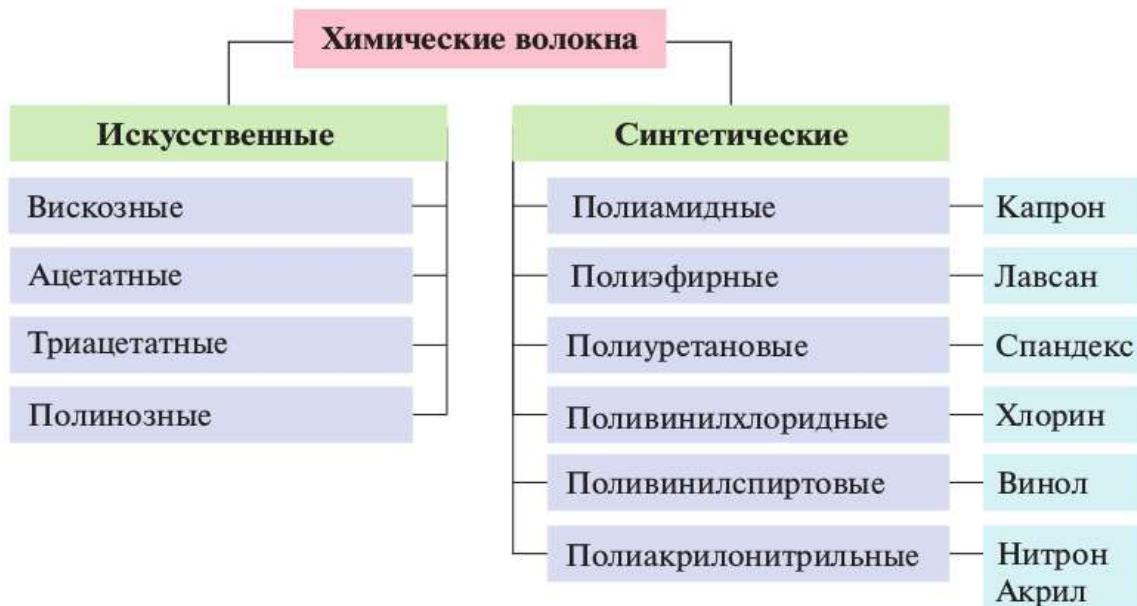

Рис. 6.2. Классификация химических волокон
Несмотря на некоторые различия в получении отдельных видов химических волокон (рис. 6.2), общая схема их производства состоит из следующих этапов:
- Используя рисунок 6.2, расскажите о классификации химических волокон.